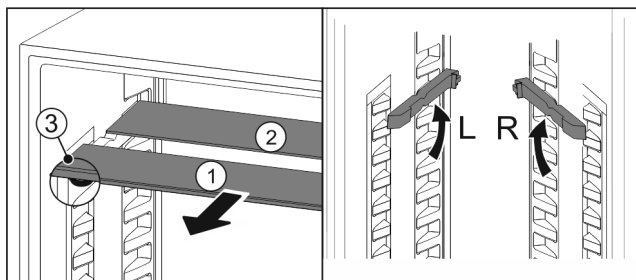

Fig. 159
- ▶ Steklene plošče posamično izvlecite Fig. 159 (1) naprej.
- ▶ Steklена plošča Fig. 159 (1) z okrasno letvijo je spredaj.
- ▶ Zaustavljalniki Fig. 159 (3) so obrnjeni navzdol.